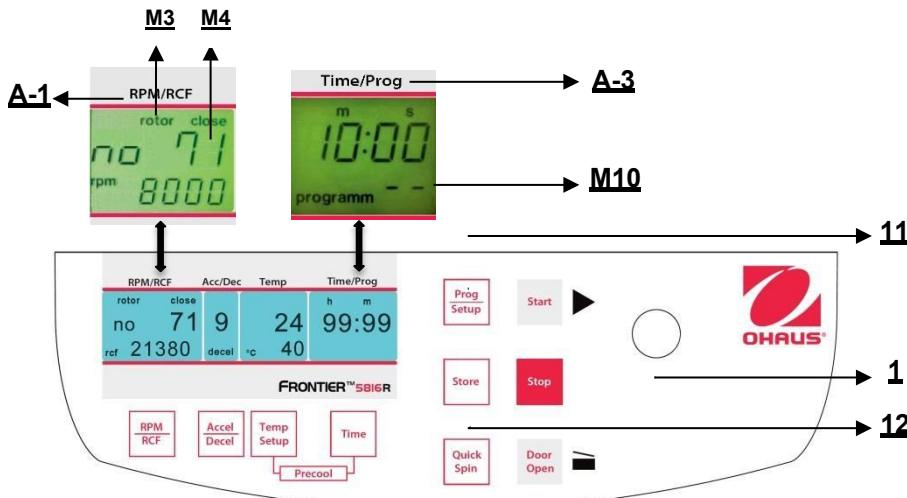

Abbildung. 28
Um gespeicherte Programme aufzurufen, drücken Sie die Taste "**Prog/Setup**" (11) (siehe Abbildung 28), während der Deckel bereits geschlossen ist. Innerhalb der Anzeige "**Time/Prog**" (A-3) erscheint "**programm -**"(M10). Die gewünschte Programmnummer kann vorab mit dem Anpassungsknopf (1) ausgewählt werden.